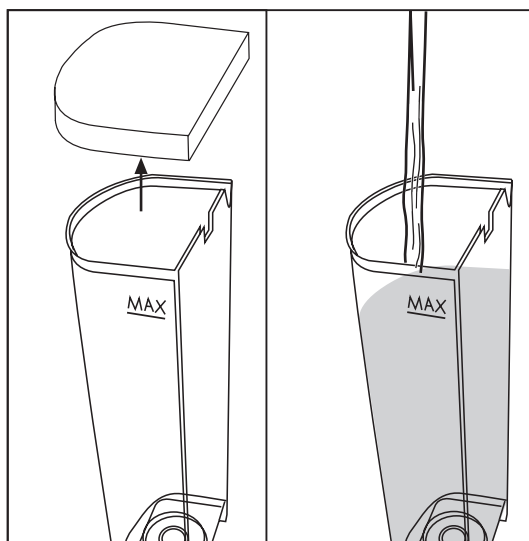

Fig. 2
- Togliere il coperchio e riempire il serbatoio con acqua fresca per un massimo di 1 l. (Fig.2)